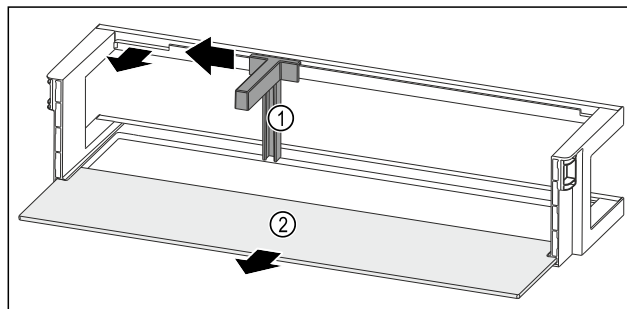

Fig. 133 Лотки на дверцятах із тримачем пляшок і полицю
- ▶ Пересуньте тримач пляшок Fig. 133 (1) убік до пазу.
- ▶ Вийміть тримач пляшок Fig. 133 (1).
- ▶ Дістаньте полицю Fig. 133 (2).